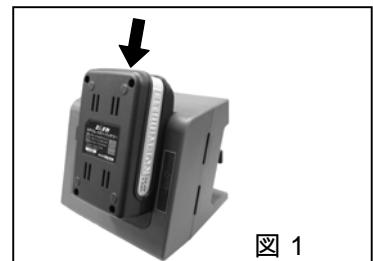

図1
- ①充電器の電源プラグを家庭用コンセント（AC100V）に差し込んでください
- ②充電式電池を充電器の差込口に最後まで差し込んでください。（図1）